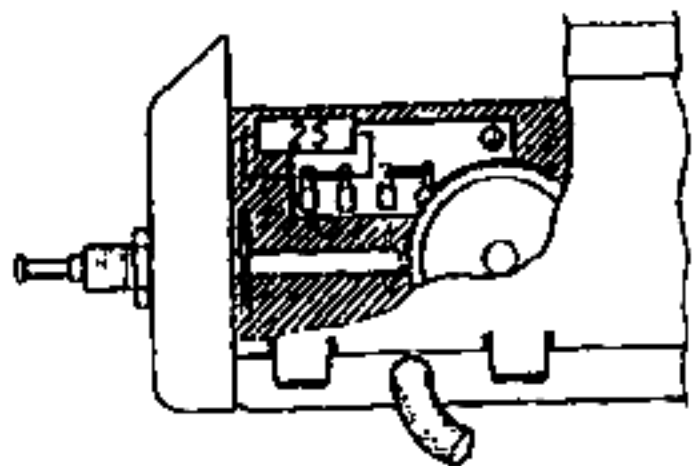

Abb. 7 Heizkreis auf 6 V geschaltet
- Empfänger umschalten nach Abbildung 7 oder 8.